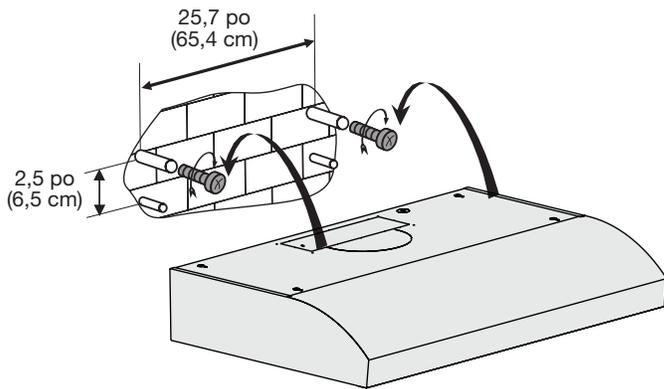

Figure 14
- Marquer la position de montage ou y percer quatre trous $\varnothing 8$ mm selon les dimensions indiquées dans les schémas ci-dessous (Figure 14).